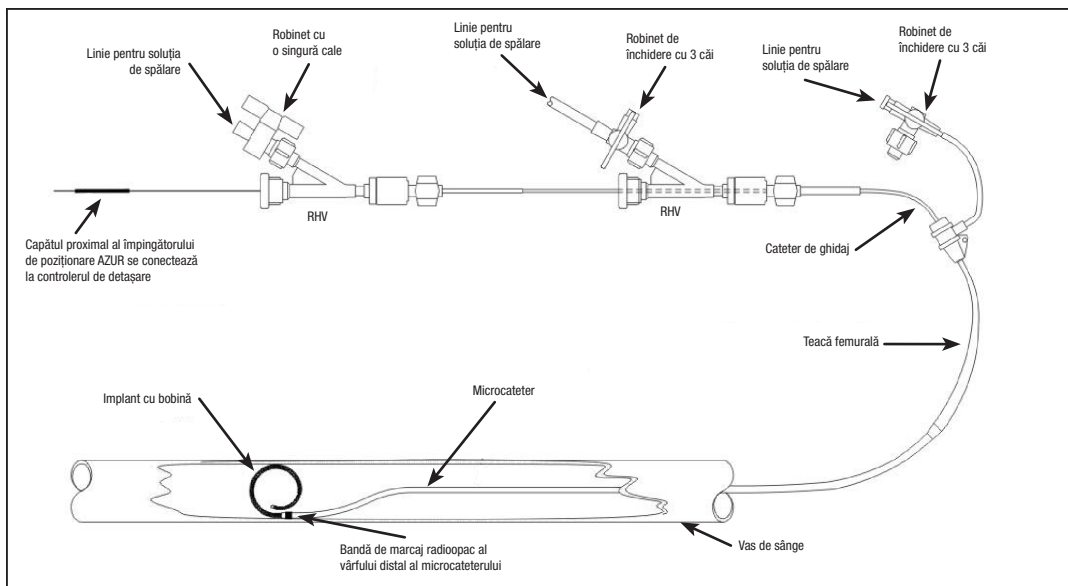

Figura 1 – Diagrama de configurare a sistemului AZUR
- NU utilizați împreună cu dispozitive cu radiofrecvență (RF).
1. Consultați Figura 1 pentru diagrama de configurare.
5. Folosind procedurile intervenționale standard, acesați vasul de sânge cu un cateter de ghidaj. Cateterul de ghidaj trebuie să aibă un diametru nominal (DI) suficient de mare încât să permită injectarea substanței de contrast în timp ce microcateterul este deja poziționat. Acest lucru va facilita crearea unei cartografieri fluoroscopice în timpul procedurii.